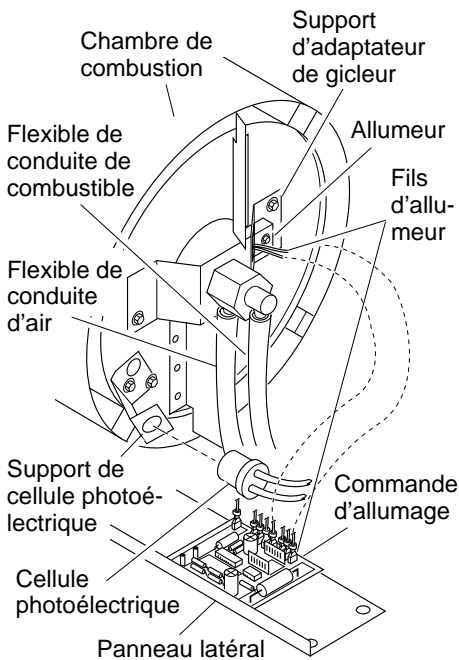

Figure 11 - Débranchement des fils d'allumeur de la commande d'allumage
4. Débrancher les fils de l'allumeur (noir) de la commande d'allumage (voir figure 11). Tirer les fils de l'allumeur vers le haut par le trou du boîtier.
5. Débrancher les flexibles des conduites de combustible et d'air. Enlever la cellule photoélectrique de son support (voir figure 11).